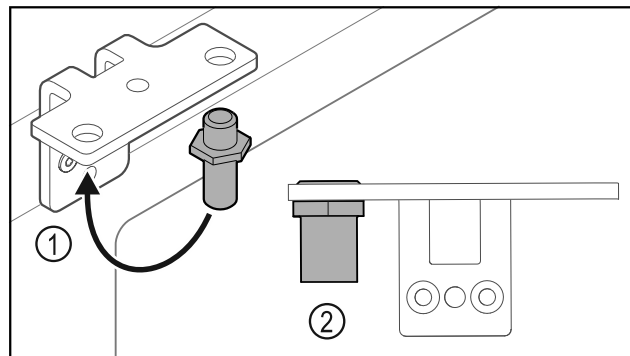

Fig. 31
- ▶ Преместете болта Fig. 31 (1) в ъгъла на пантата.
- ▶ Затегнете болта Fig. 31 (2) с **въртящ момент от 12 Nm**.